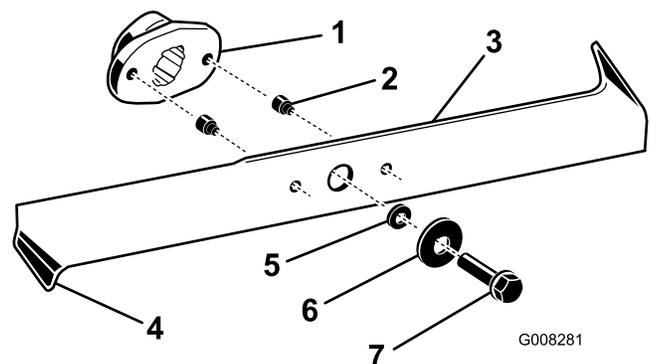

Figure 40
- Examinez le tranchant des lames (Figure 40). S'ils sont émoussés ou présentent des indentations, déposez et affûtez les lames ; voir Affûtage des lames \(page 34\).
- Inspectez les lames, surtout les bords recourbés (Figure 40). Si vous remarquez que les lames sont usées ou endommagées à ces endroits, remplacez-les immédiatement.
- Si les goupilles de cisaillement sont cassées, remplacez-les immédiatement (Figure 40).
- Enlevez les boulons, les rondelles et les lames (Figure 40). Pour enlever le boulon, bloquez éventuellement la lame en introduisant une cale en bois entre la lame et le carter de tondeuse.
- Montez les lames, les rondelles et les boulons de fixation (Figure 40).